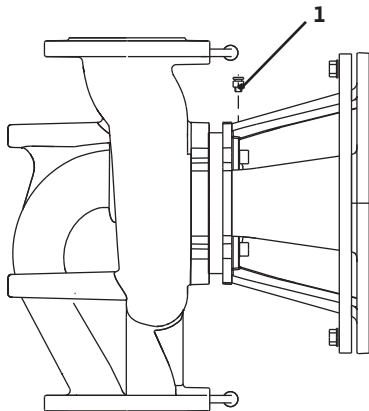

Fig. 35: válvula de ventilación
- Purgue las bombas soltando las válvulas de ventilación (Fig. 35, pos. 1). La marcha en seco daña el cierre mecánico de la bomba. No purgue la sonda de presión diferencial (riesgo de daños).